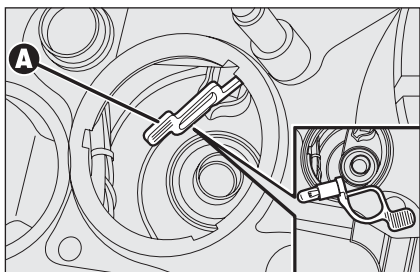

fig. 27
- agire sulla linguetta **A-fig. 27**, estrarre la lampada e sostituirla;